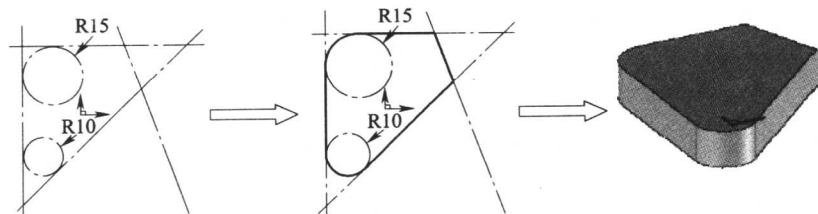

图1-3 连接轮廓线
③通过连接轮廓线来创建,这种方式是通过连接多个与要创建模型的几何特征相关的一些基本图形单元(点、直线、圆等)来形成轮廓(如图1-3所示)。